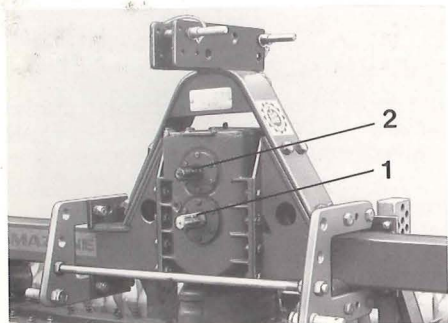

Fig. 17
4.1 Vario-drev for drev med een PTO-aksel 1000 o/min og 540 o/min (fig. 17).
Med den nederste PTO-akseltilslutning (fig. 17/1) kan pendulharven drives med max. $n = 540$ o/min. Med den øverste PTO-akseltilslutning (fig. 17/2) kan pendulharven drives med max. $n = 1000$ o/min. Yderligere kan der naturligvis også køres med $n = 540$ o/min, på den øverste PTO-akseltilslutning.